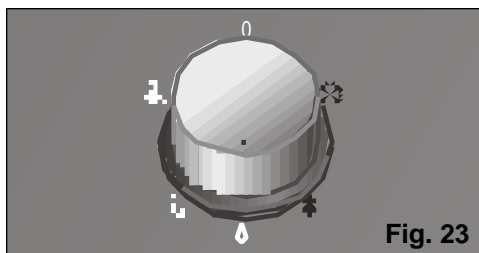

Fig. 23
- Seleccione a função de desumidificação \wedge , no comando selector de funções, **Fig. 23**.